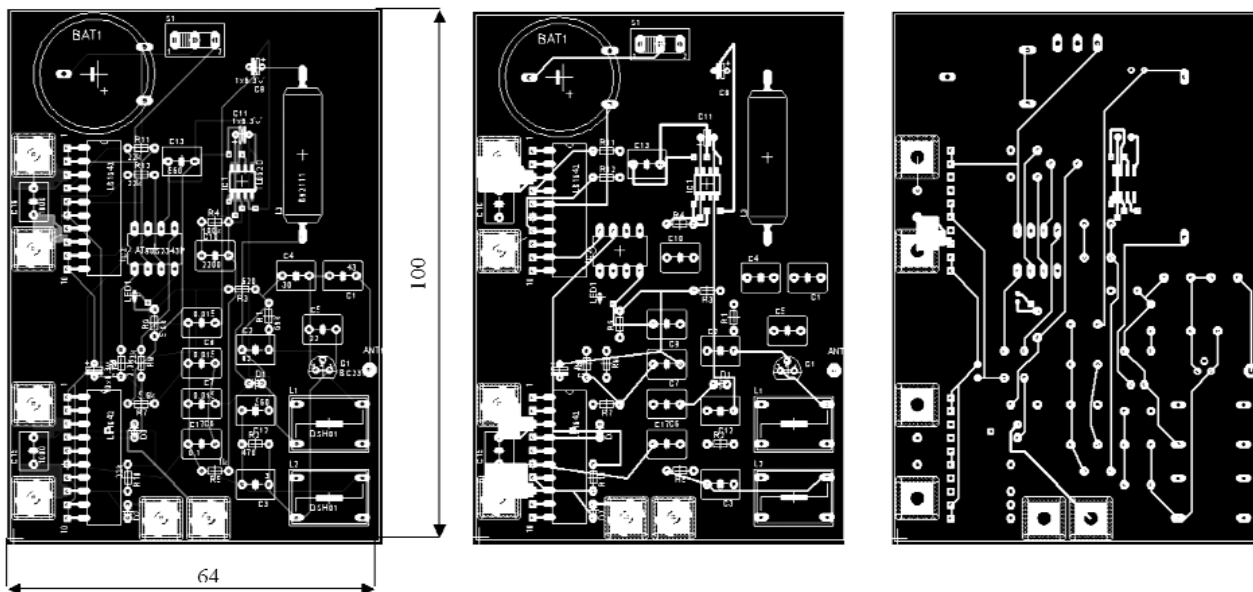

рис.5
**Конструкция приемника.** Печатная плата (рис.5) изготовлена из двустороннего текстолита. Приемный тракт желательно экранировать от остальной схемы. Питая схему лучше от двух источников. Первый источник (батареи типа AA316 или аналогичные импортного производства) подключают к драйверам двигателя, а второй источник – через S1 к МК и приемнику. Катушка L1 приемника содержит 6 витков провода ПЭВ-2 0,8, намотанных в один слой на каркасе диаметром 5 мм с ферритовым стержнем 2000 НН. Катушку L2 наматывают на кольце типоразмером K7x4x2 из феррита 2000НН, она содержит 15 витков провода ПЭВ-2 0,35. Дроссель L3 наматывают на двух кольцах типоразмером K7x4x2 из феррита 2000НН, он содержит 85 витков провода ПЭВ-2 0,17. Антенна имеет длину 50 мм.
Смазки торговой марки KONTAKT CHEMIE делятся на три основные подгруппы: жидкие смазки на основе минеральных (рис.3) и синтетических (рис.4) масел и сухие смазки на основе порошка (рис.5). Свойства жидких смазок на основе минеральных и синтетических масел приведены в табл.2.